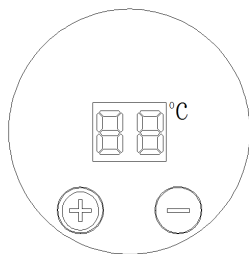

Figura 14
- Presione cualquier tecla para mostrar la temperatura ajustada antes de apagar el equipo (el ajuste de fábrica es de 2 °C) (vea la Figura 14).